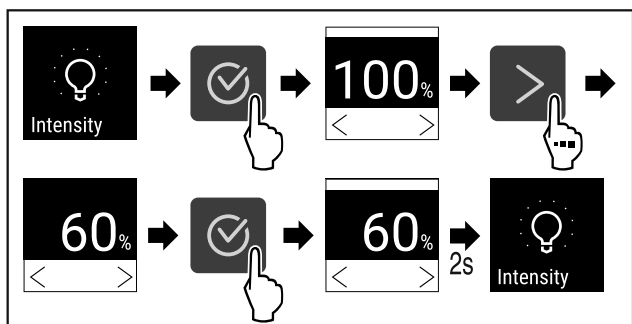

Fig. 89
- ▶ Proved'te akční kroky (viz Fig. 89) .